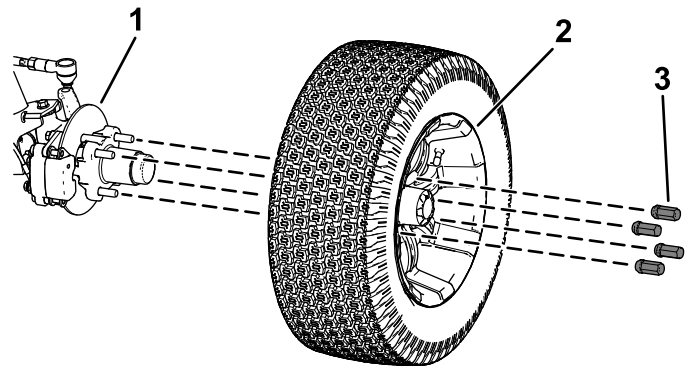

Figura 35
2. Togliete i 4 dadi a staffa che fissano la ruota al mozzo (Figura 35).
4. Allineate i fori sulla ruota ai prigionieri del mozzo e montate la ruota sul mozzo con lo stelo della valvola rivolto all'esterno (Figura 35).
5. Fissate la ruota al mozzo utilizzando i dadi per le ruote (Figura 35).